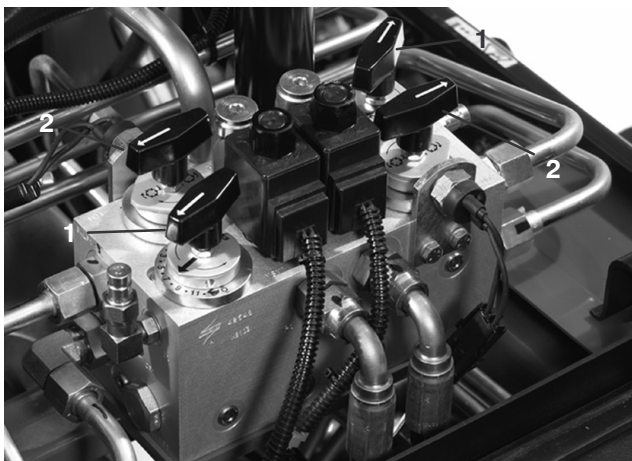

Figure 71
3. Localisez les boutons de sélection de vitesse des cylindres et les boutons de rodage (Fig. 71). Tournez le(s) bouton(s) voulu(s) à la position de rodage et le(s) bouton(s) de sélection de vitesse des cylindres à la position "1."